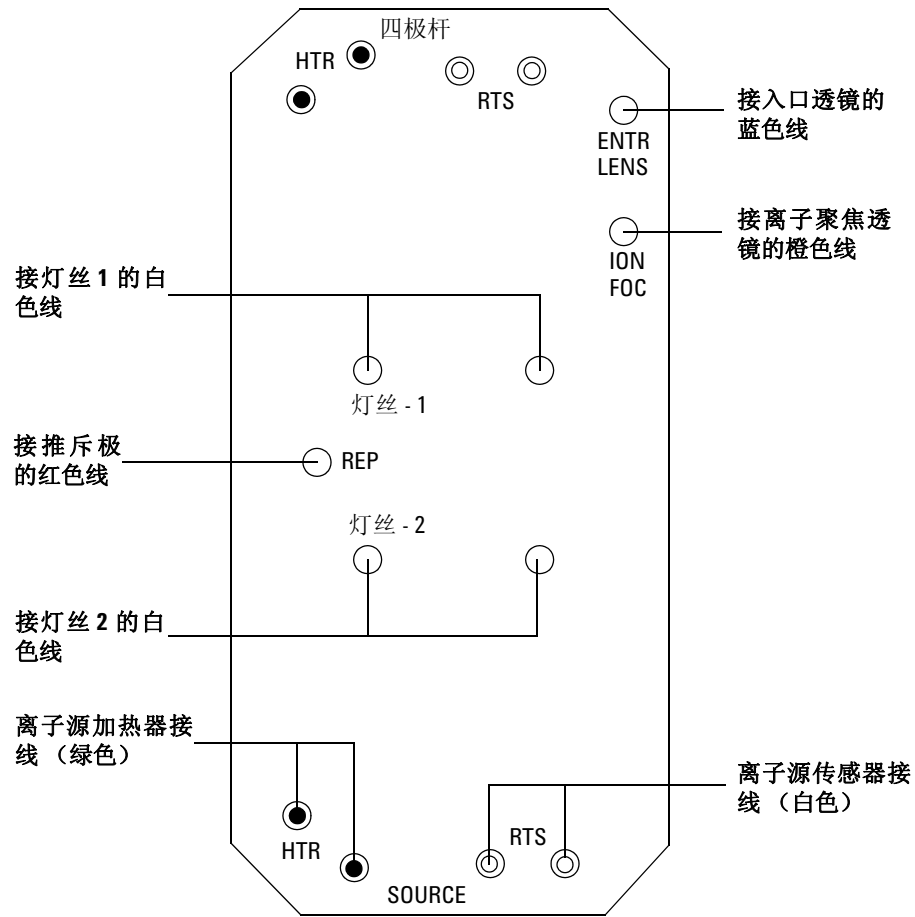
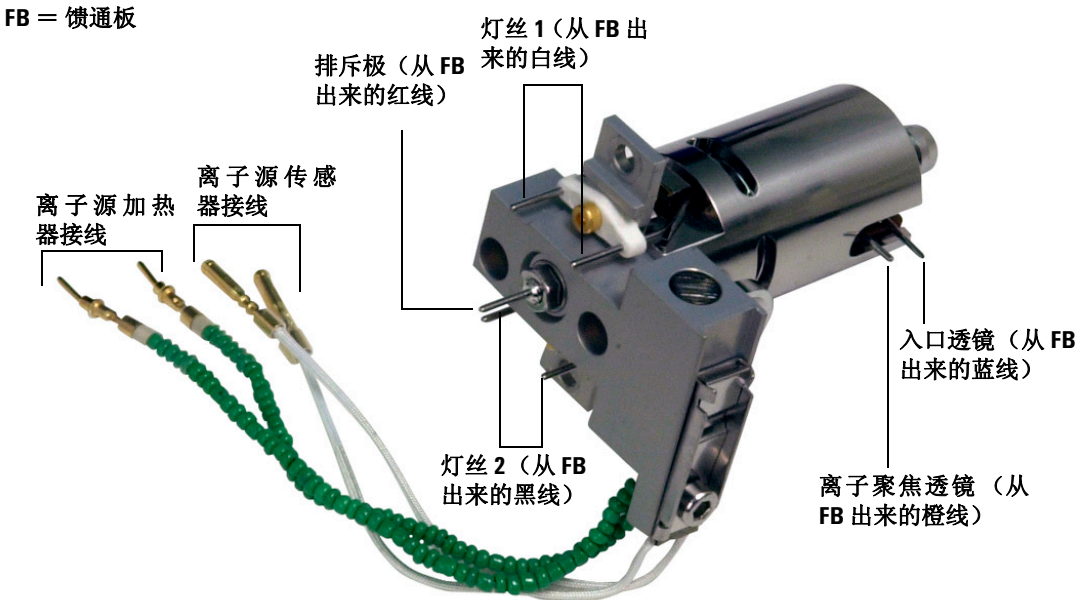

图 22 馈通板线
图 23 离子源接线
- 接线在表 14 中作了介绍，并且图 22 和图 23 中也有说明。表中的术语“板”是指位于离子源旁边的穿通板。